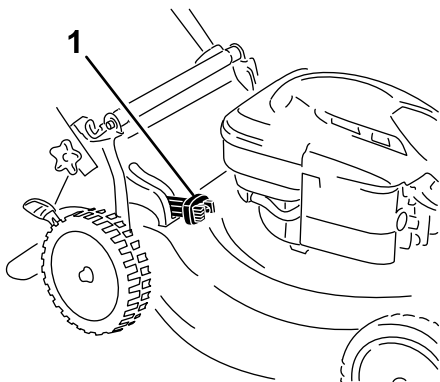

Figure 18
- **Pour ramasser les déchets d'herbe et de feuilles**, appuyez sur le bouton du levier de ramassage sur demande et déplacez le levier complètement en avant jusqu'à ce que le bouton ressorte (**Figure 18**).